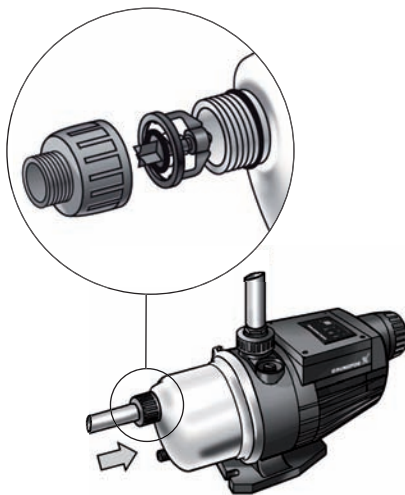

Fig. 8 Instalación de una válvula de retención de entrada
Instale la válvula de retención de entrada de la siguiente manera, consulte la fig. 8:
2. Instale la válvula de retención de entrada en el puerto de succión, en la dirección que se indica en la fig. 8.